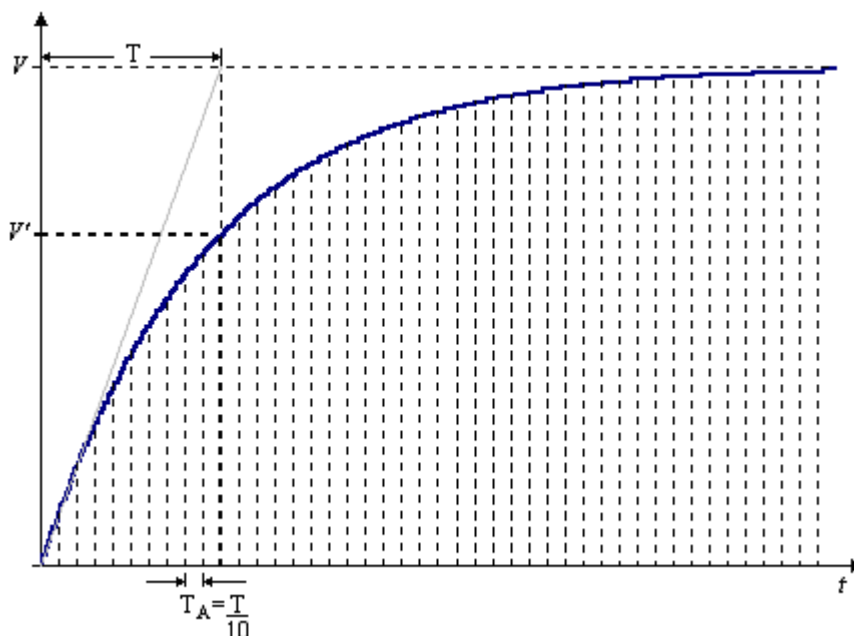

Figura 6-19. Obtenção da Constante de Tempo
Exemplo: Pode-se obter a constante de tempo de um sistema de primeira ordem a partir do seu gráfico da resposta da variável de atuação (MV) a um degrau no ponto de ajuste SP com o laço de controle aberto (PID desabilitado ou em modo manual), conforme a Figura 6-19.
A Figura 6-19 demonstra a obtenção da constante de tempo do sistema por dois modos distintos. O mais usual é tomar como constante de tempo do sistema o tempo necessário para o sistema atingir